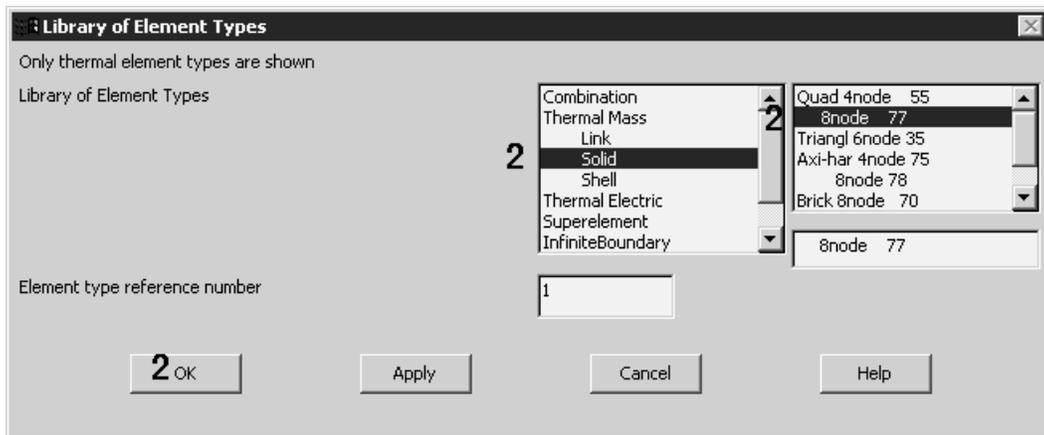

图 12.5 定义单元类型 PLANE77
1. 选取菜单路径 Main Menu | Preprocessor | Element Type | Add/Edit/Delete，将弹出 Element Types (单元类型定义)对话框。单击对话框中的 **Add...** 按钮，将弹出 Library of Element Types (单元类型库)对话框，如图 12.5 所示。